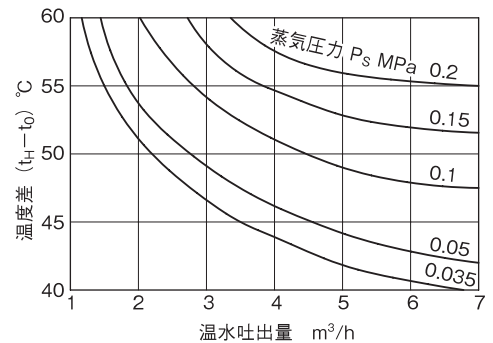

図5 蒸気圧力・温水吐出量と調整可能温度との関係
- 5.1 図5から蒸気圧力 P_s 、温水吐出量 W 及び温水温度 t_H の関係を求めて、希望の仕様条件を満足しているかを確認してください。
- 6.1 蒸気圧力・温水吐出量と調整可能温度との関係(図5参照)